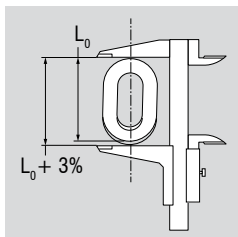

Fig. 10: Ikke tilladt slid eller udvidelse af et kædeled
- Ikke tilladt slid eller udvidelse af et kædeled foreligger når f.eks. den indvendige nominelle længde er overskredet med 5 %. Det svarer til en udvendig udvidelse på 3 % (Fig. 10)